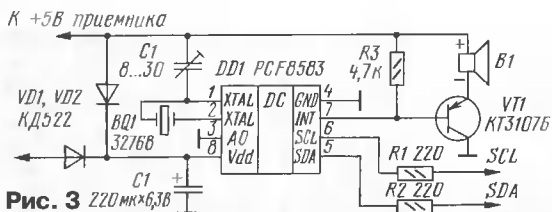

Рис. 3 220 мкФ, 3В
На рис. 3 приведена схема подключения микросхемы к приемнику. В связи с такой доработкой необходимо вывод 3 микросхемы 3DD1 (EEPROM) в модуле управления АЗ основного блока приемника отсоединить от общей шины питания и подключить к +5В, а вывод 3 микросхемы DD1 (часы) подсоединить к общему проводнику. В модуле управления можно устанавливать EEPROM следующих типов: AT24C04, AT24C08 (Atmel) или им совместимые других фирм-изготовителей. Диоды VD1, VD2 служат для развязки по питанию. Конденсатор C1 необходим для защиты от влияния переходных процес-
2. На печатной плате модуля A1 (рис. 3) нет соединения между площадками нижних выводов элементов 1C27 и 1L8.